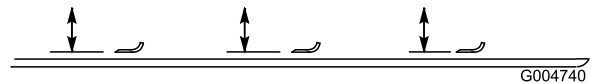

Figura 111
2. Gire la cuchilla hasta que los extremos estén orientados hacia adelante y hacia atrás (Figura 111). Mida desde el interior de la unidad de corte al filo de corte en la parte delantera de la cuchilla. Anote esta dimensión.